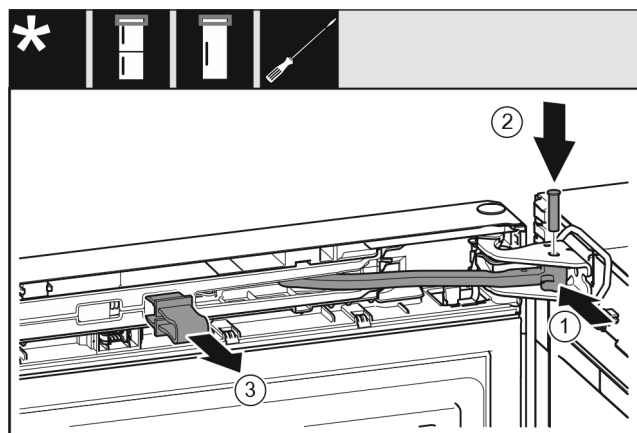

Fig. 42
- ▶ Zavrtite zgibni del Fig. 42 (1) v ležajnem podstavku.
- ▶ Vstavite sornik Fig. 42 (2) v ležajni podstavek in zgibni del. Pri tem pazite, da zaskočni zapah pravilno sedi v utoru.
- ▶ Snemite varovalo Fig. 42 (3).